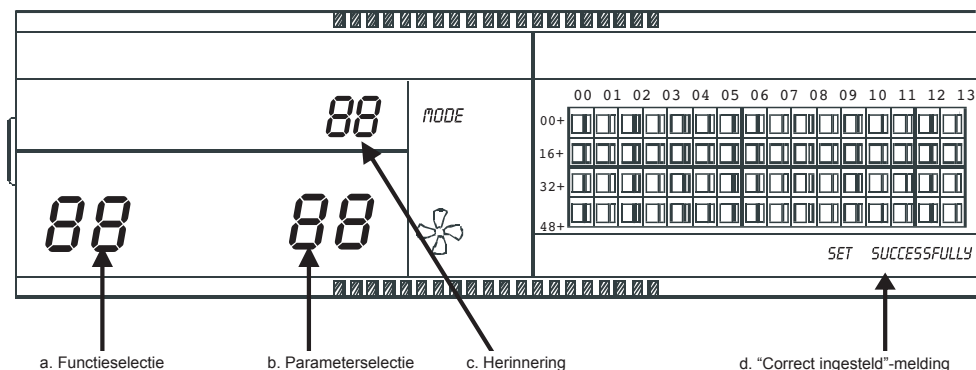

Fig. 2.9 Opgelopen stofniveau in het filter wordt getoond
③ Druk op "OK" om de parameter te bevestigen (raadpleeg voor details parameter en bijbehorende tijd tabel 2.3).
④ Nadat de instellingen correct is ingevoerd, wordt de functieselectie dubbel 8 opgelicht. De functieselectie dubbel 8 licht op en het scherm toont "Instellingen correct" (Fig. 2.9 d). Na 3 seconden worden de optionele functie-instellingen gesloten Het scherm toont weer de normale display.